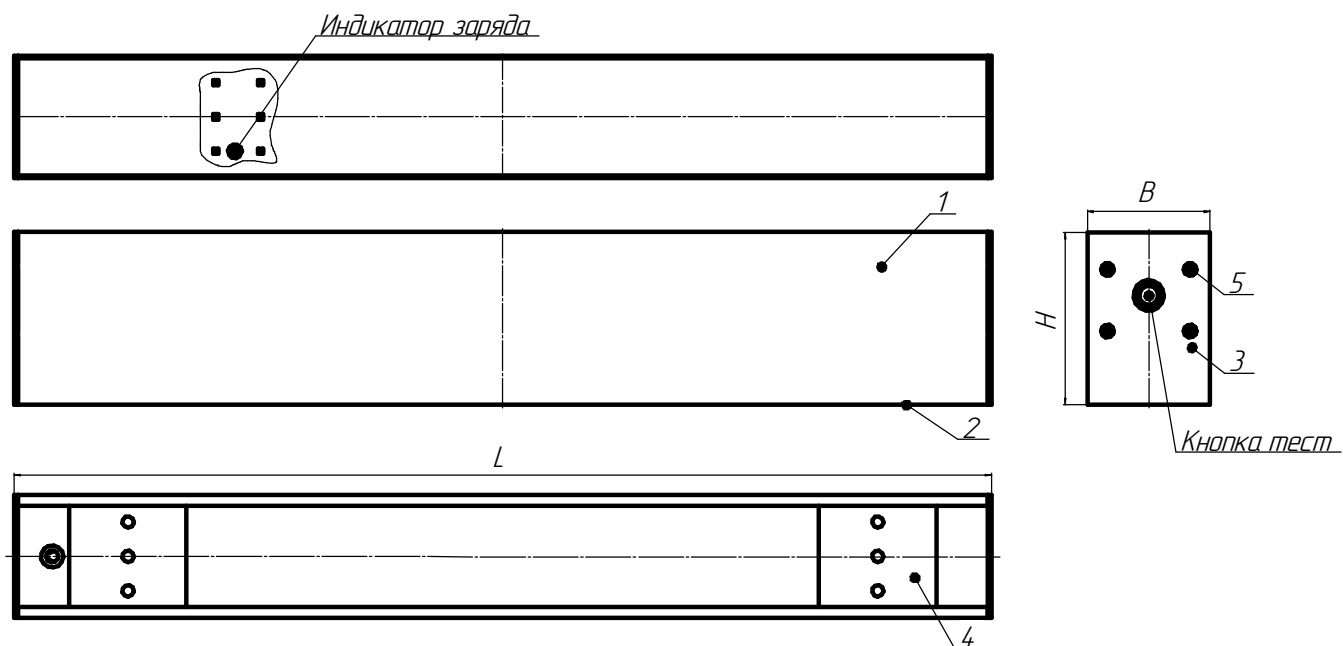

Рисунок 1 - Общий вид светильников
5.6. В светильниках присутствует ручное тестирование аварийного режима. Выключите светильник. Зажмите кнопку, находящуюся на торцевой крышке светильника (рисунок 1). Источник питания светильника переключится в аварийный режим, напряжение на светодиодные модули будет подаваться от аккумулятора. Для возврата в рабочий режим, отпустите кнопку ручного тестирования.